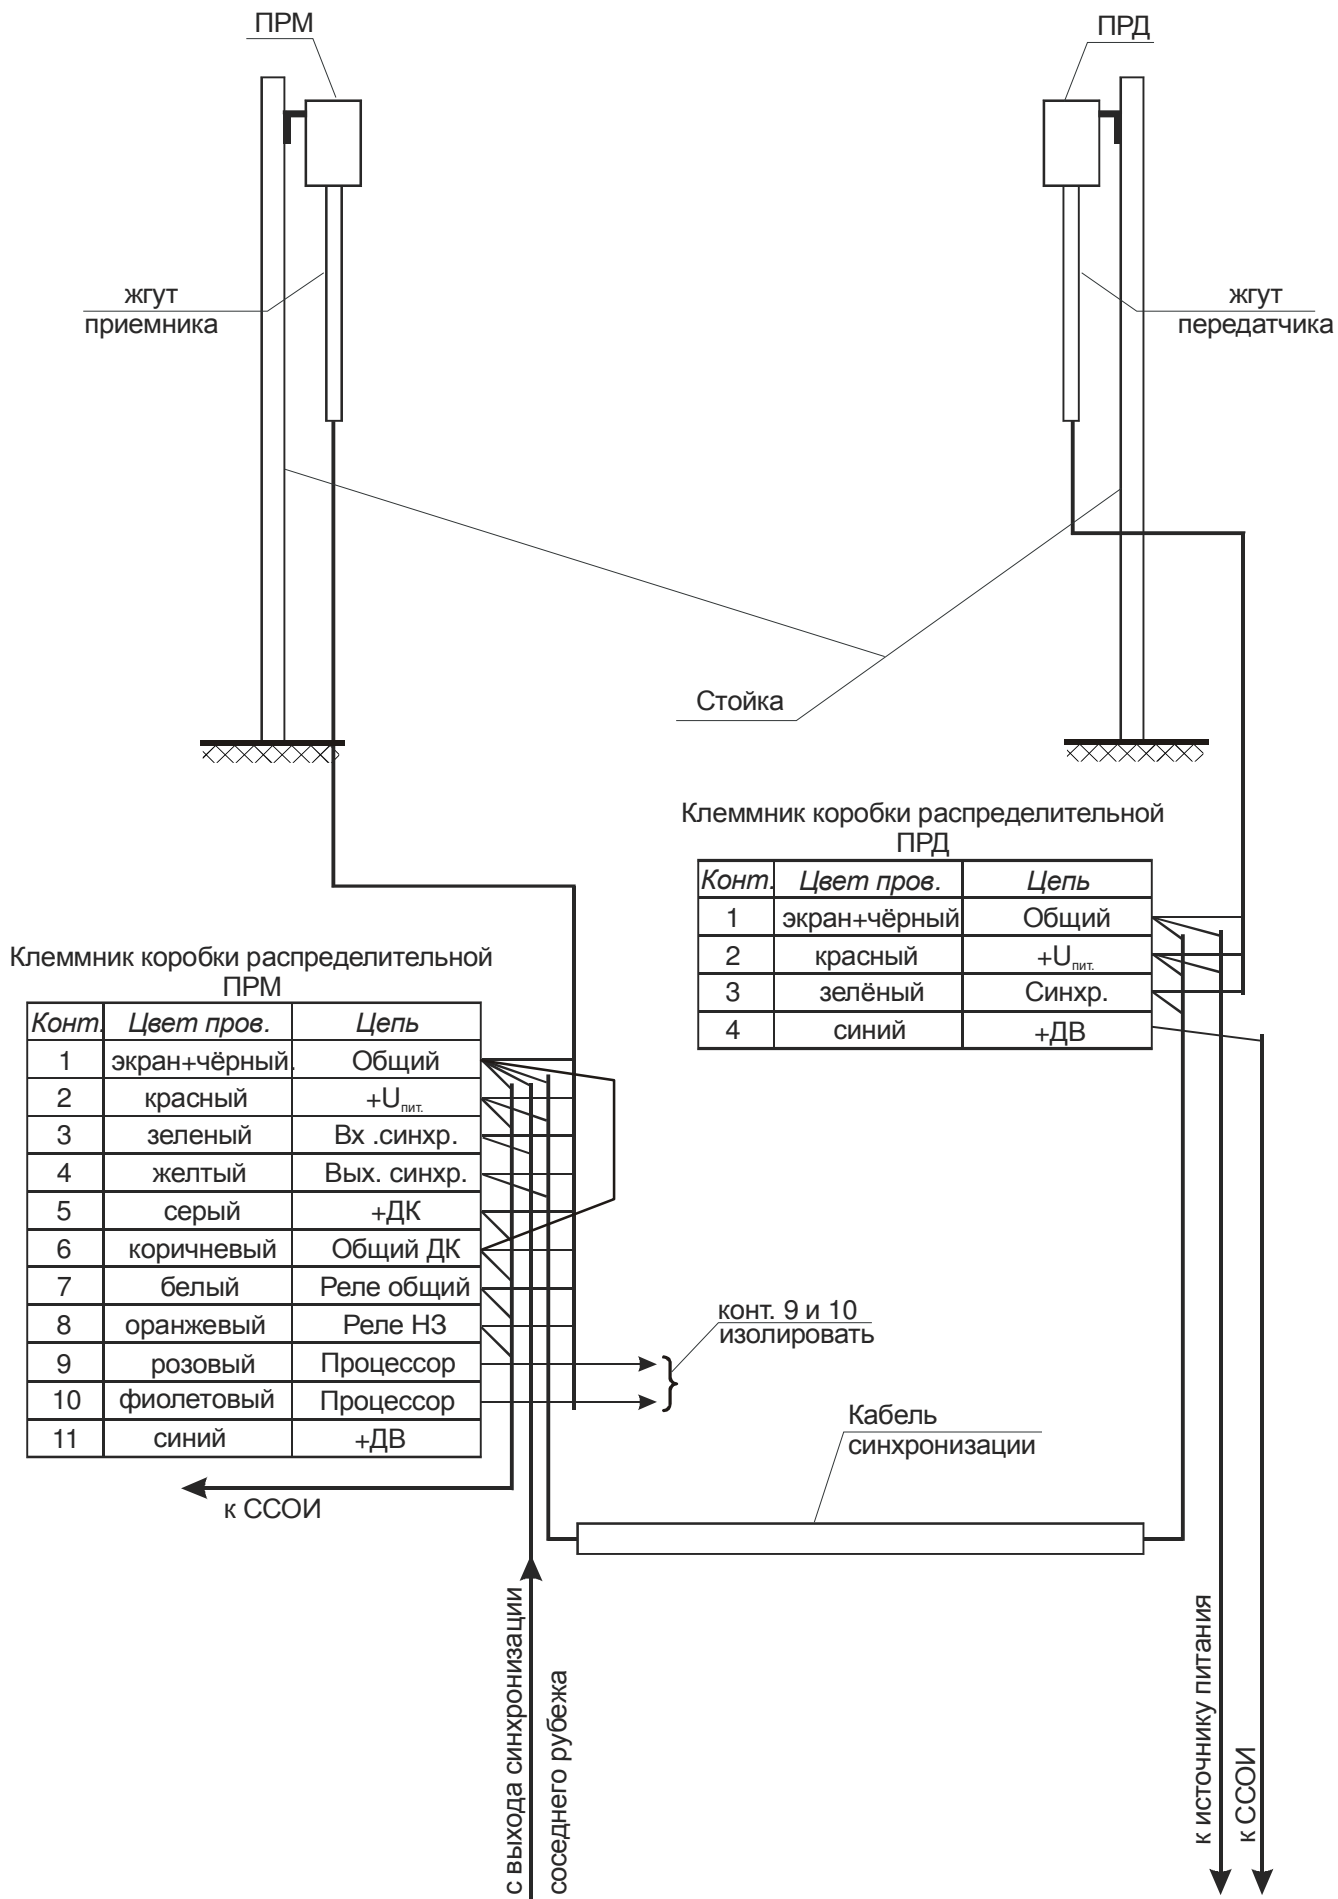
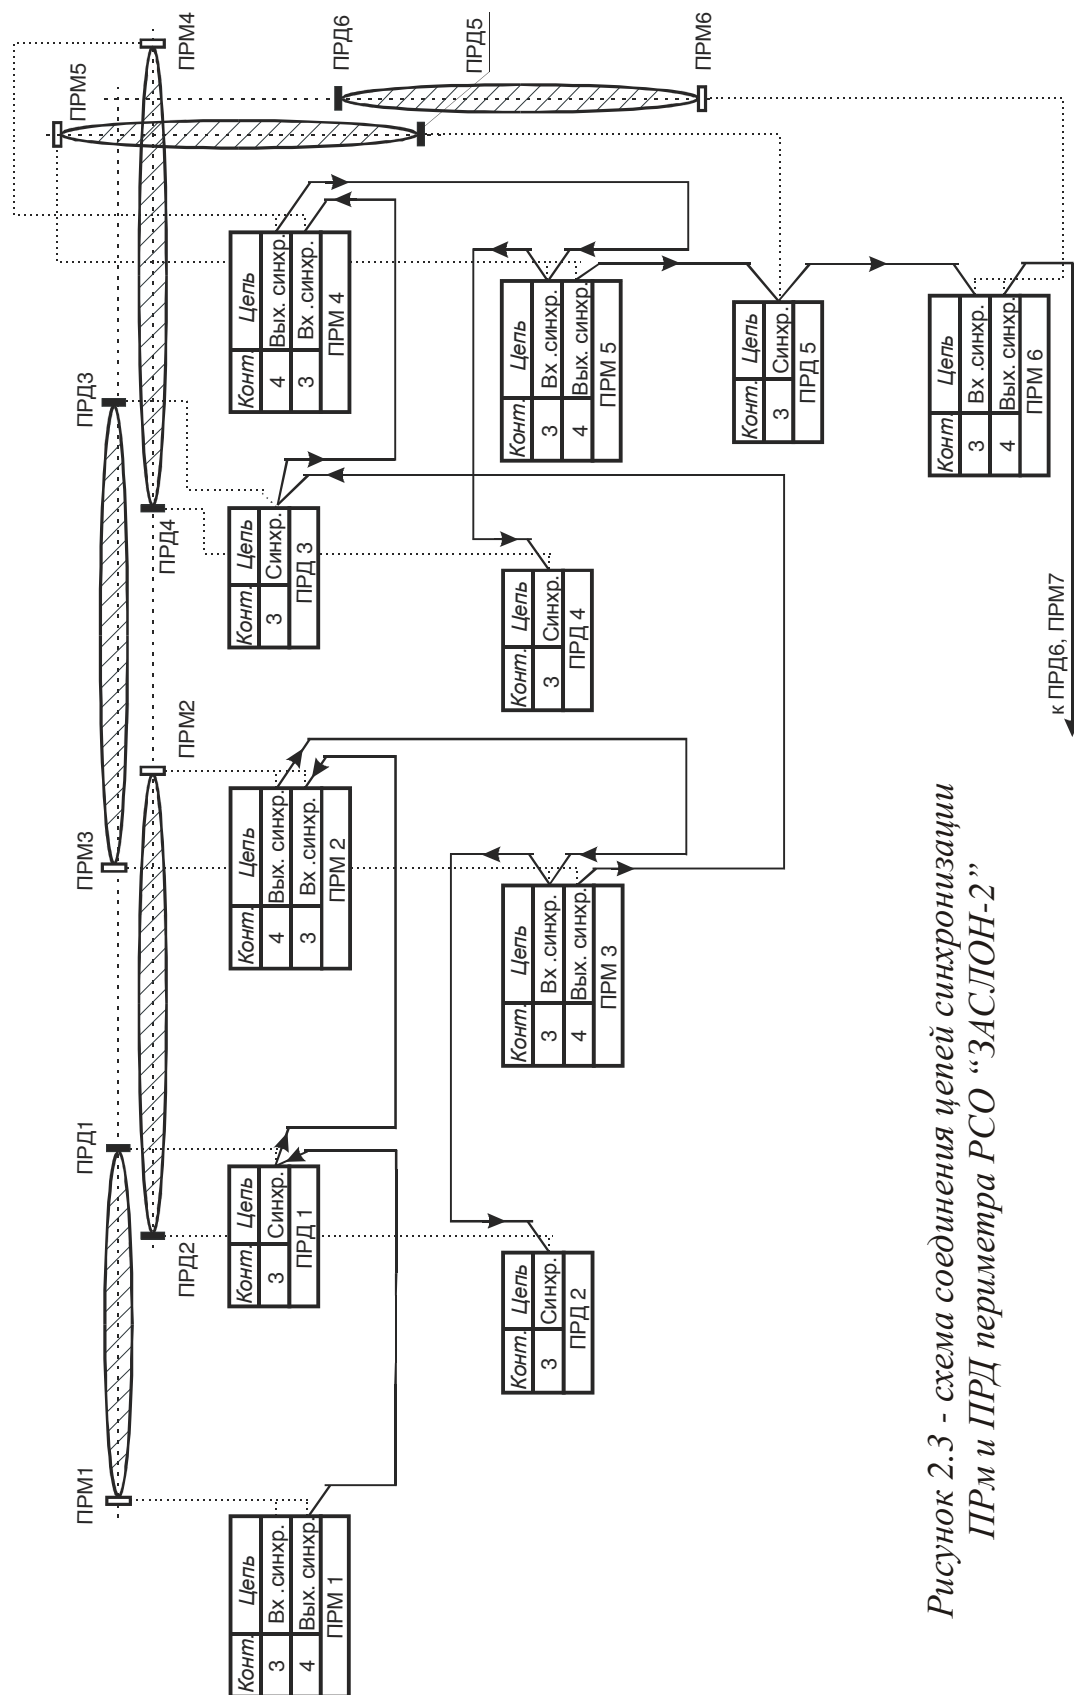

Рисунок 2.2 - схема соединений ПРМ и ПРД РСО "ЗАСЛОН-2"
Рисунок 2.3 - схема соединения цепей синхронизации
2.5.1. Подать питание на ПРМ и ПРД РСО (контакты 1-2, рисунок 2.2) В течение 10 сек. после подачи питания исключить всевозможные движения у стоек и в зоне обнаружения. Свечение светодиода на корпусе ПРМ свидетельствует о выходе РСО в рабочий режим. Провести рукой перед корпусом ПРМ или ПРД и наблюдать отсутствие свечения светодиода.
- проверить надежность соединений блоков ПРМ и ПРД в соответствии со схемой (рисунок 2.2 и рисунок 2.3).
- 4.2.1. Проверить величину напряжения питания на ПРМ и ПРД (клеммы 1 и 2, рисунок 2.2). При отклонении напряжения питания от допустимого устранить неисправность.
- 4.2.2. Проверить наличие амплитуды напряжения синхронизации (клемма 3, рисунок 2.2). Величина амплитуды д.б. не менее 1 В. При отклонении амплитуды напряжения устранить причину.
- 4.3.1. Подать с ССОИ в линию “ДК” контрольное напряжение и проверить его наличие на клеммах ПРМ (5-6) (рисунок 2.2). При его отсутствии выявить неисправность и устранить ее.
- 4.3.2. При наличии на клеммах (5-6) (рисунок 2.2) ПРМ контрольного напряжения, равного напряжению питания, произвести операции в соответствии с п. 4.2.3.